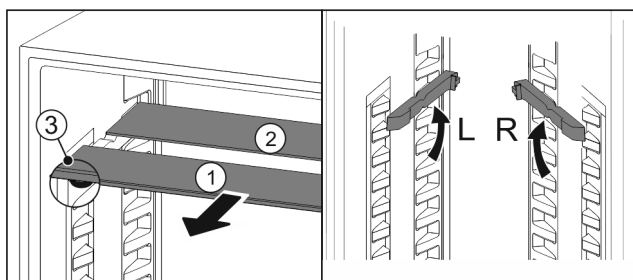

Fig. 112
- Sortir les tablettes par l'avant *Fig. 112 (1)*.
- La tablette en verre *Fig. 112 (1)* avec bordure décorative est située à l'avant.
- Les butées *Fig. 112 (3)* sont orientées vers le bas.